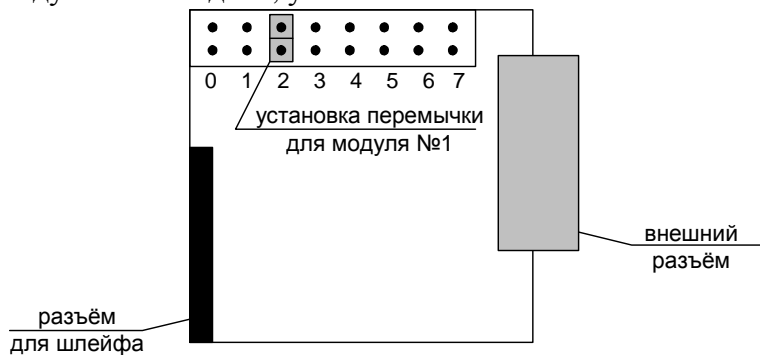

Рис. 4.1 Установка адресной перемычки для модуля ввода/вывода №1.
- вынуть неисправный модуль и провести ремонт вышедшего канала, либо заменить модуль на исправный, при этом необходимо правильно установить переключку внутреннего адреса модуля (см. рис.4.1)